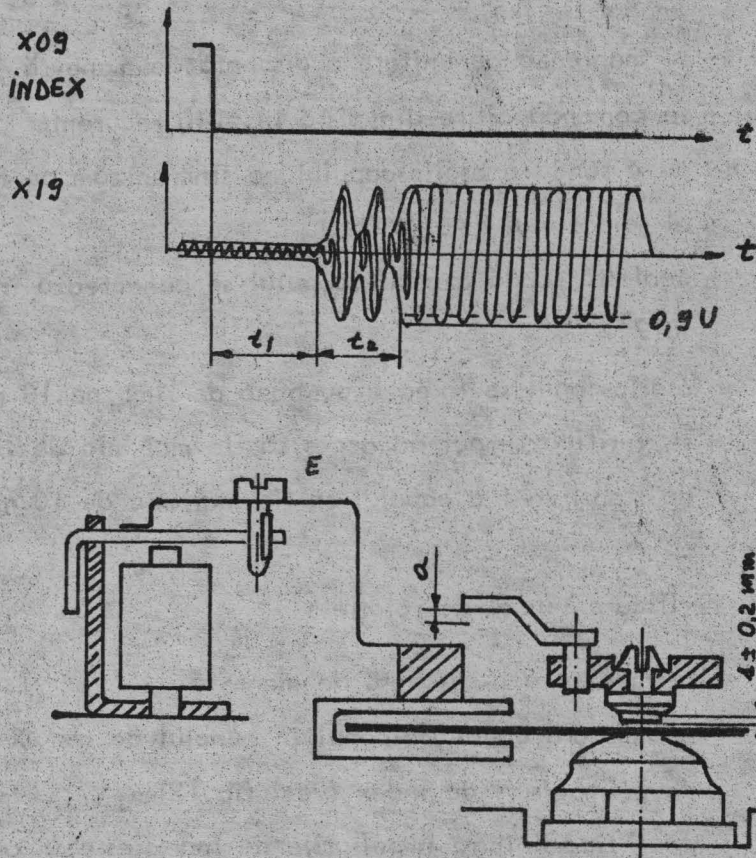

Fig.10. Reglaj încărcare cap.
- dacă intervalul de stabilizare al semnalului este mai mare se reglează armătura releului cu ajutorul șurubului de reglaj E (fig.10). Dacă reglajul nu se poate efectua se îndoaie cu ajutorul unui clește, astfel încît cursa armăturii electromagnetului să fie mai mică, urmînd ca reglajul să se efectueze din șurubul de reglare E.